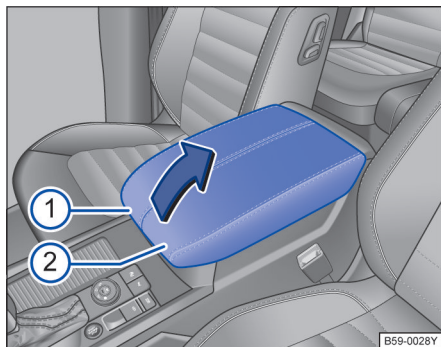

图 210 带储物盒的前部中央扶手
要**打开**时将中央扶手①②沿箭头方向完全向上抬起→图 210。